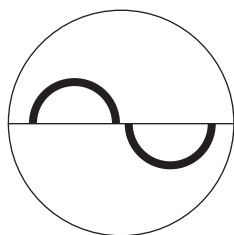

図1: 視野中央に観察される半円像
- 視野中央で2つの同じ大きさの圧平表面が観察されるまで、細隙灯ジョイスティック・コントロールを使い、必要な修正を行います（図1）。細隙灯ジョイスティック・コントロールで多少下方へ修正しても、半円像の大きさには、全く影響を与えません。